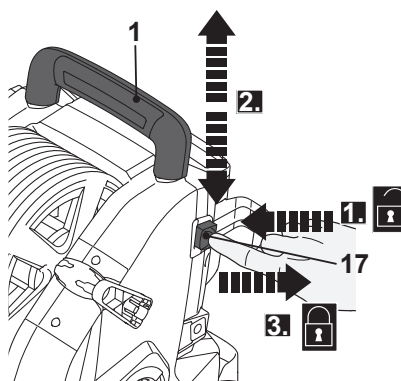

Fig. 17
1. Presione el botón de bloqueo (17) para desbloquear el asa de transporte (1) (Fig. 17, paso 1).
2. Mueva el asa de transporte (1) a la posición deseada (posición alta/baja) (paso 2).